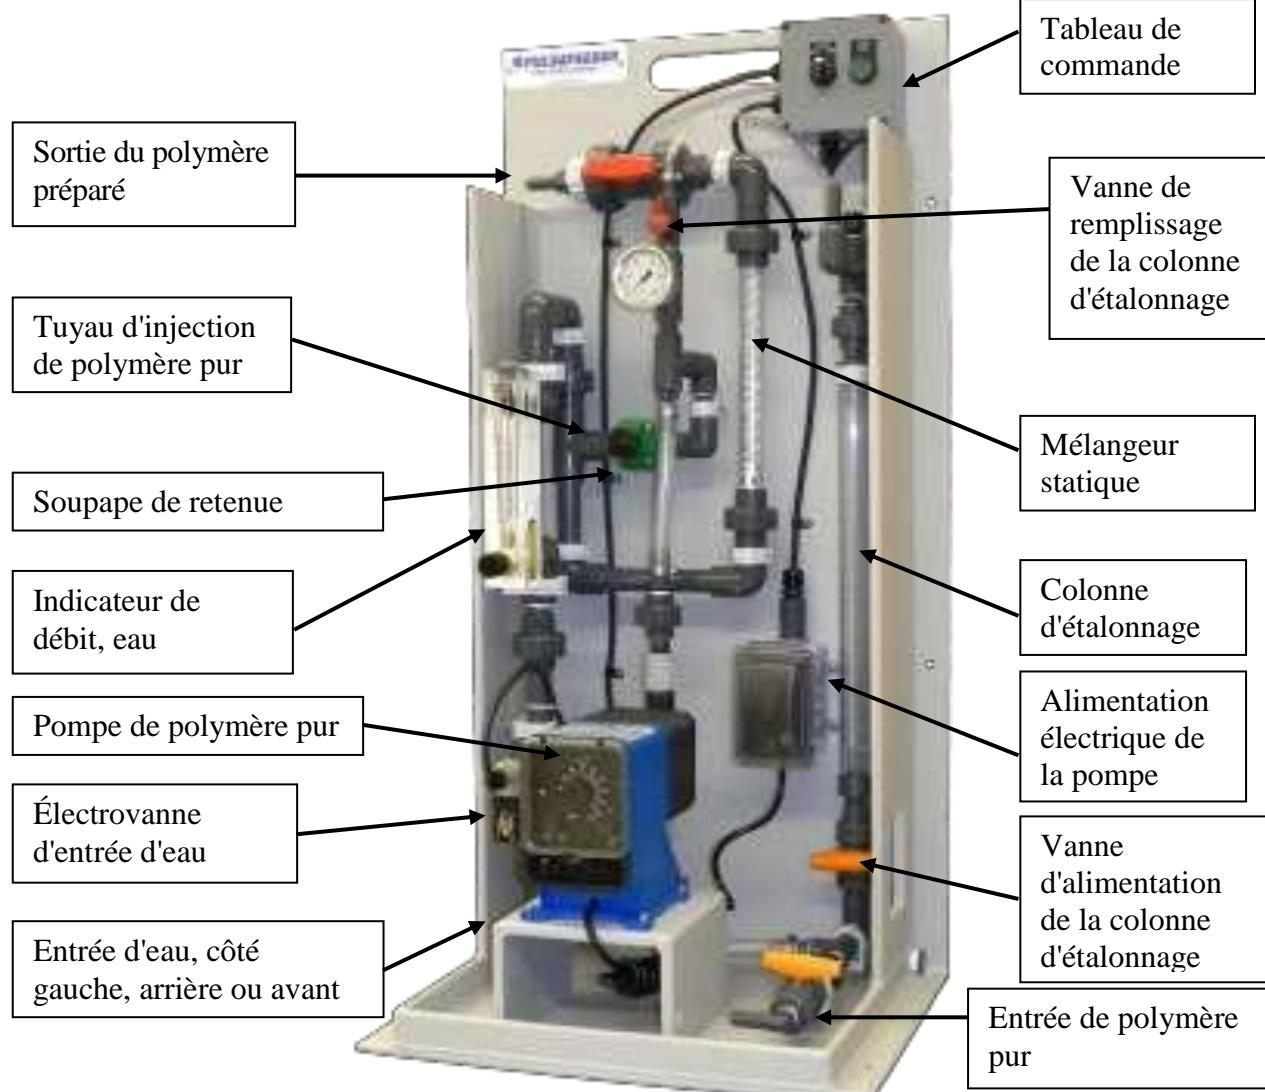

Figure 1
La figure 1 ci-dessous illustre un système de préparation de polymère par mélangeur statique, avec contrôle intégré. Notez les différents composants et leurs descriptions, qui s'appliquent à votre système.
Attachez fermement le tuyau de $\frac{3}{4}''$ x $\frac{1}{2}''$ diamètre x 10' longueur depuis la sortie de polymère préparé du système vers l'entrée de polymère préparé de la cuve journalière, sur les pointes de flexible avec les brides fournies ; reportez-vous à la Figure 1 de la page 6. Il est préférable de couper le tuyau à la longueur souhaitée avant de l'installer, et de s'assurer de soutenir correctement le tuyau sur toute la longueur, car son poids augmentera lorsqu'il sera rempli de polymère préparé.
Cette ligne connecte la source au polymère pur vers le système de préparation de polymère Pulsafeeder. Veuillez vous reporter à la Figure 1 page 6. La source de polymère pur doit être située au-dessus de la ligne médiane de la pompe (condition d'aspiration immergée) ; vérifiez que la ligne d'aspiration est en pente descendante graduelle depuis la cuve vers la connexion d'aspiration du skid. Ceci permet d'éviter la création de poches d'air dans la ligne d'aspiration, qui pourrait affecter le bon fonctionnement de la pompe. Prévoyez les éléments nécessaires pour faciliter la maintenance et l'exploitation, tels que des vannes d'isolation, un drain ou des connexions de vidange, etc., en vous assurant que ce sous-système permette une **OPÉRATION EN TOUTE SÉCURITÉ**.
Cette ligne connecte le système de préparation de polymère Pulsafeeder à votre procédé. Veuillez vous reporter à la Figure 1 page 6. Si le point d'injection est situé en-dessous de la source de dosage chimique ou si l'injection est faite dans une zone à faible pression telle que l'aspiration d'une pompe, une soupape de retenue / anti-siphon doit être mise en place aussi près que possible du point d'injection, afin d'éviter toute alimentation chimique non souhaitée. Prévoyez les éléments nécessaires pour faciliter la maintenance et l'exploitation, tels que des vannes d'isolation, un drain ou des connexions de vidange, etc., en vous assurant que ce sous-système permette une **OPÉRATION EN TOUTE SÉCURITÉ**.
• Ajustement du système - Reportez-vous à la Figure 1